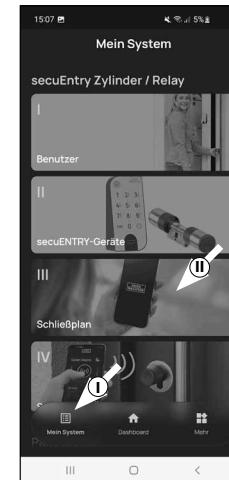

Abb. 1
- 2 Tippen Sie auf den vierten Menüpunkt „IV - Schließplan“ (II) (Abb. 1).